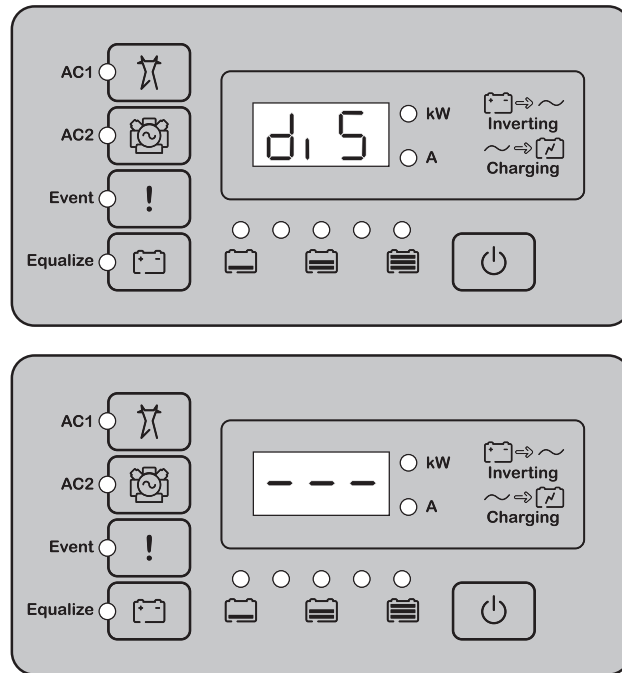

Figura 3-19 La transición al modo deshabilitado
- ◆ En el panel de información del inversor, pulse simultáneamente los botones STARTUP/SHUTDOWN (Encendido/apagado) y Equalize (Ecuilibrar). El Conext XW+ ahora está deshabilitado, y aparece brevemente **d15** (deshabilitado) en la pantalla de información del inversor, seguido de “---” (como se ve en la Figura 3-19).